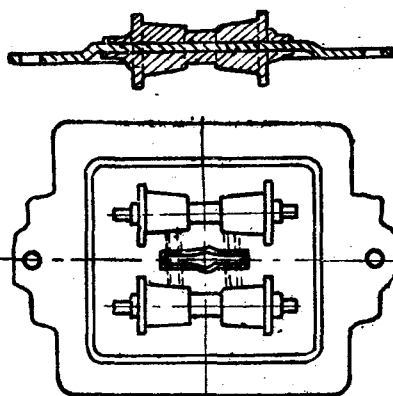

图11 双面式型板。
2. 双面式型板 这种型板的特点，是把上下两半个模型联结在同一块模板的上下面，如图 11 所示。用可拆式砂箱在一台造型机上造型，或以单人手工造型。双面型板特别适用于小型铸件，汽车、拖拉机、航空、纺织机零件和可锻铸铁件车间使用得很广泛。